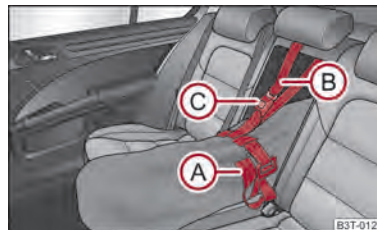

Fig. 104 Seguridad de la bolsa de gran longitud
- Fije la banda de tracción (A) en el extremo libre alrededor de los esquíes delante de las fijaciones ⇒ fig. 104.
- Pase la banda de seguridad (B) por el orificio en el respaldo, alrededor de la parte superior del respaldo.
- Introduzca la banda de seguridad (B) en la cerradura (C) hasta que se escuche el encastre.